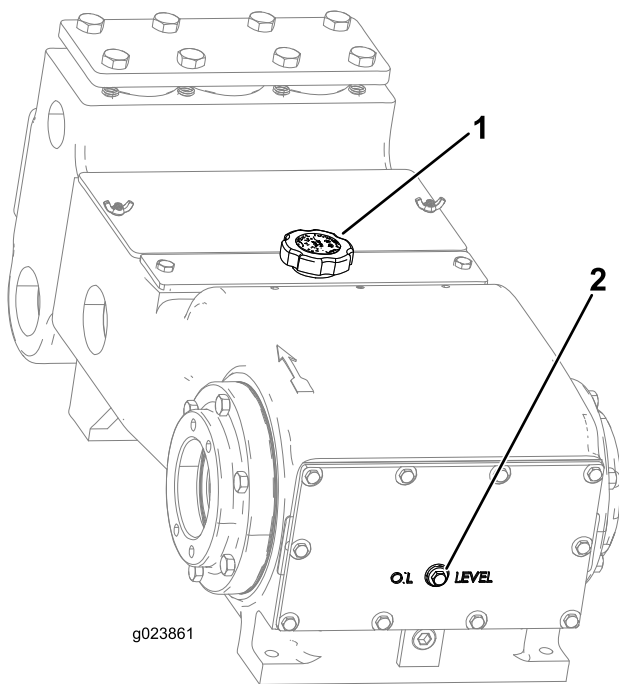
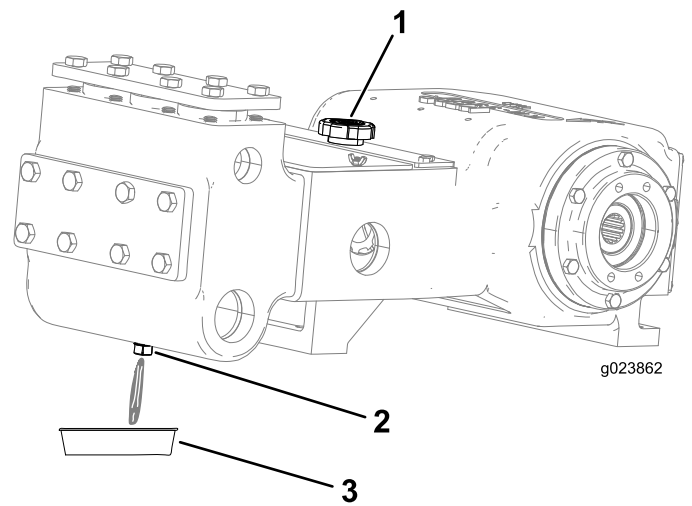

Figura 154
Figura 155
2. Remova o bujão de nível de óleo no cárter (Figura 154).
3. O óleo deve estar na linha do bocal de nível como mostra a Figura 154.
4. Remova o bujão de drenagem e posicione uma bandeja de drenagem sob o orifício de drenagem (Figura 155).
6. Permite a drenagem de todo o óleo pelo orifício de drenagem para a bandeja de óleo (Figura 155).
8. Remova a tampa do bocal de enchimento (Figura 155) e adicione aproximadamente 1,8 L de óleo, ou até o óleo atingir o nível do bocal de nível, como mostrado na Figura 154.